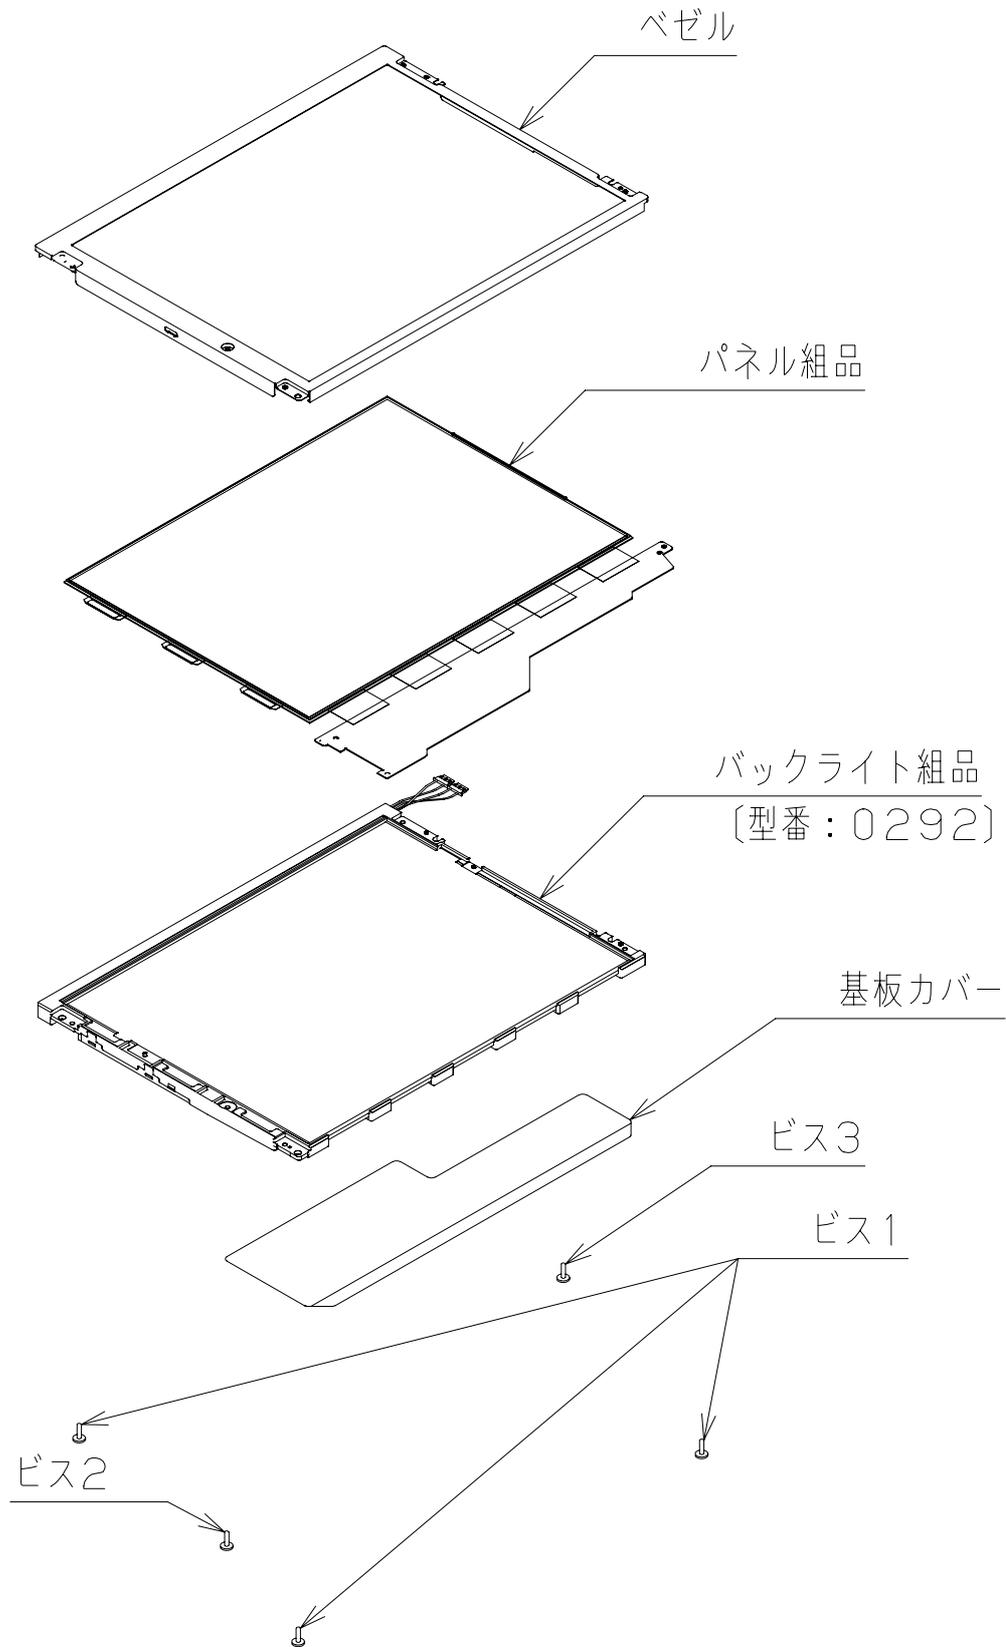
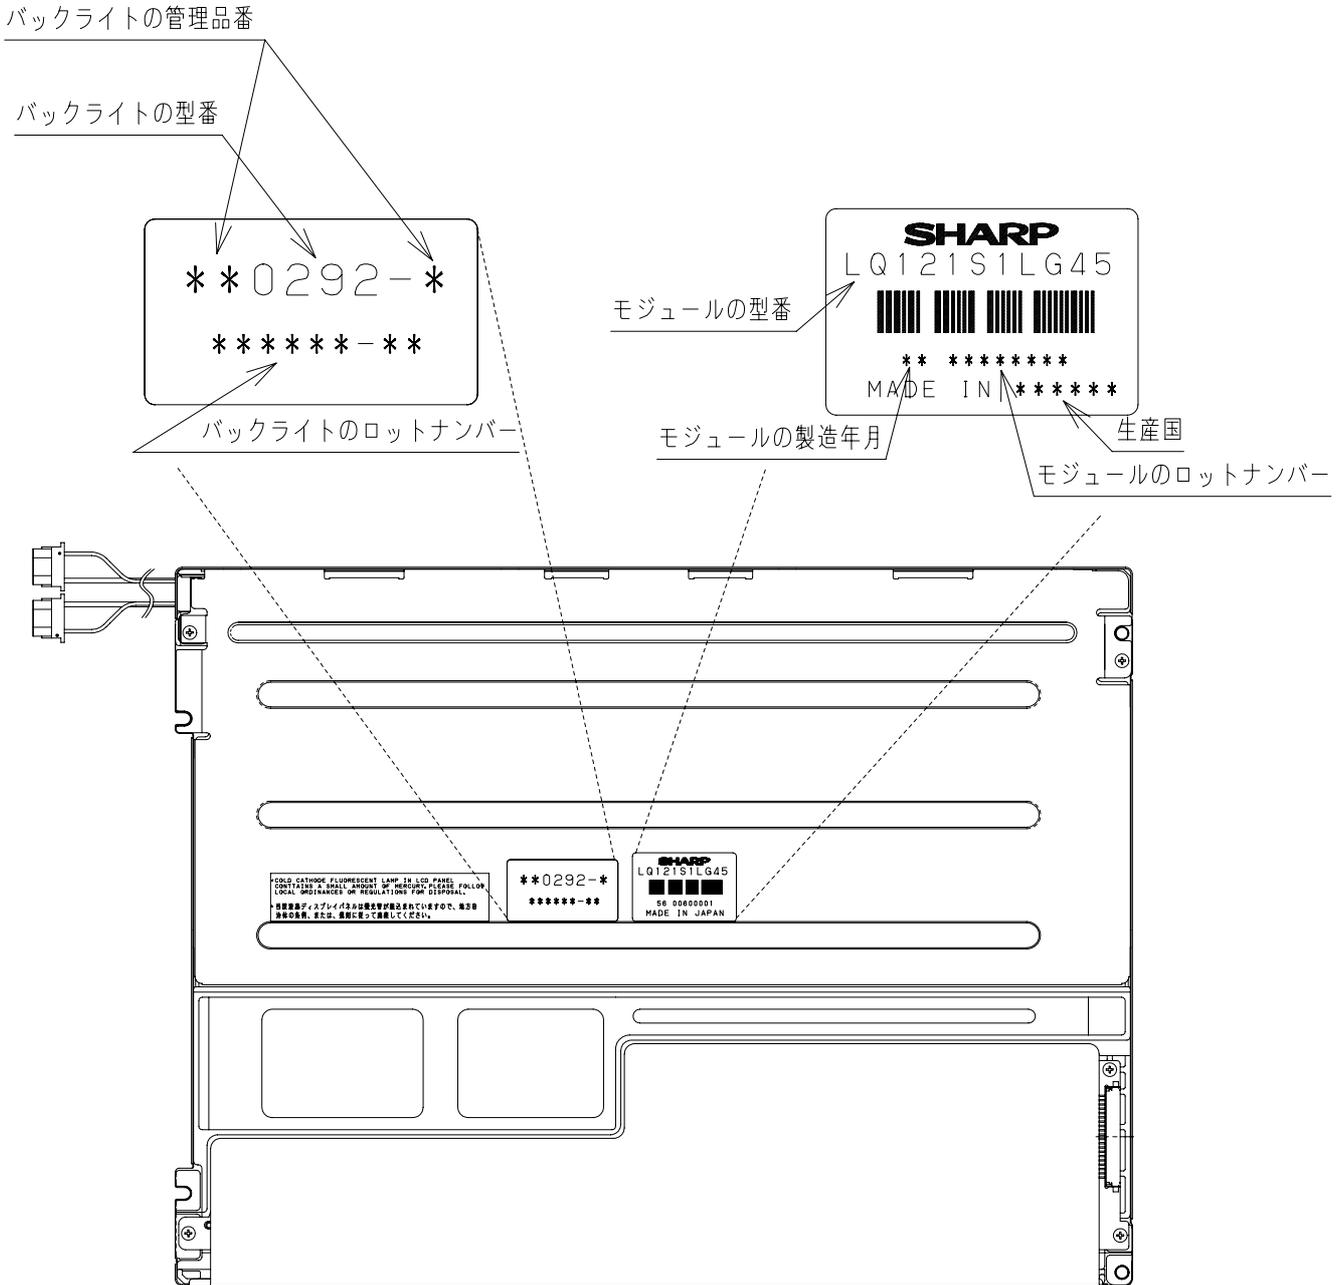

図4 . モジュール組立形態図
図5 . モジュール裏面のロットナンバー (LQ121S1LG45)
- 15-9 . モジュールの組立て形態、及びモジュールの裏面のロットNo. につきましては図4、図5参照願います。